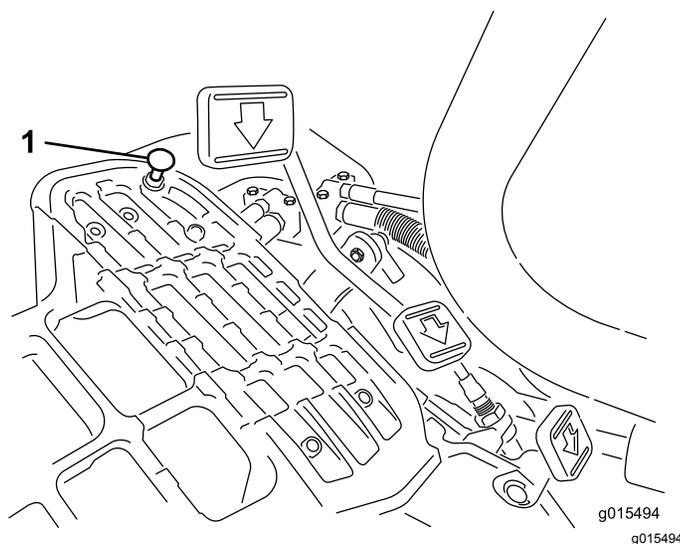

Figure 45
Pour obtenir la vitesse de transport maximale, placez le sélecteur de fonction en position de TRANSPORT et appuyez sur la pédale de déplacement. Si la pédale touche la butée (Figure 45) avant que la tension soit ressentie sur le câble, procédez comme suit :
1. Placez le sélecteur de fonction à la position de TRANSPORT et desserrez le contre-écrou de fixation de la butée de pédale au plancher (Figure 45).